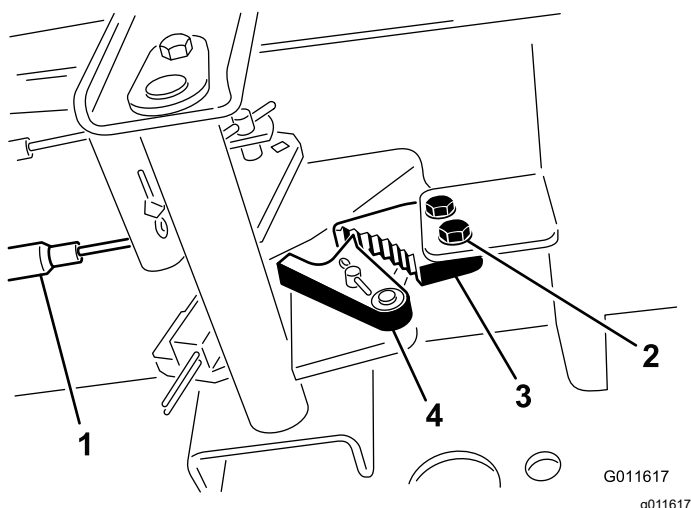

Figura 97
1. Solte os 2 parafusos que prendem a lingueta do travão de estacionamento à estrutura (Figura 97).
2. Carregue no pedal do travão para a frente até o detentor do estacionamento engatar completamente na lingueta do travão (Figura 97).